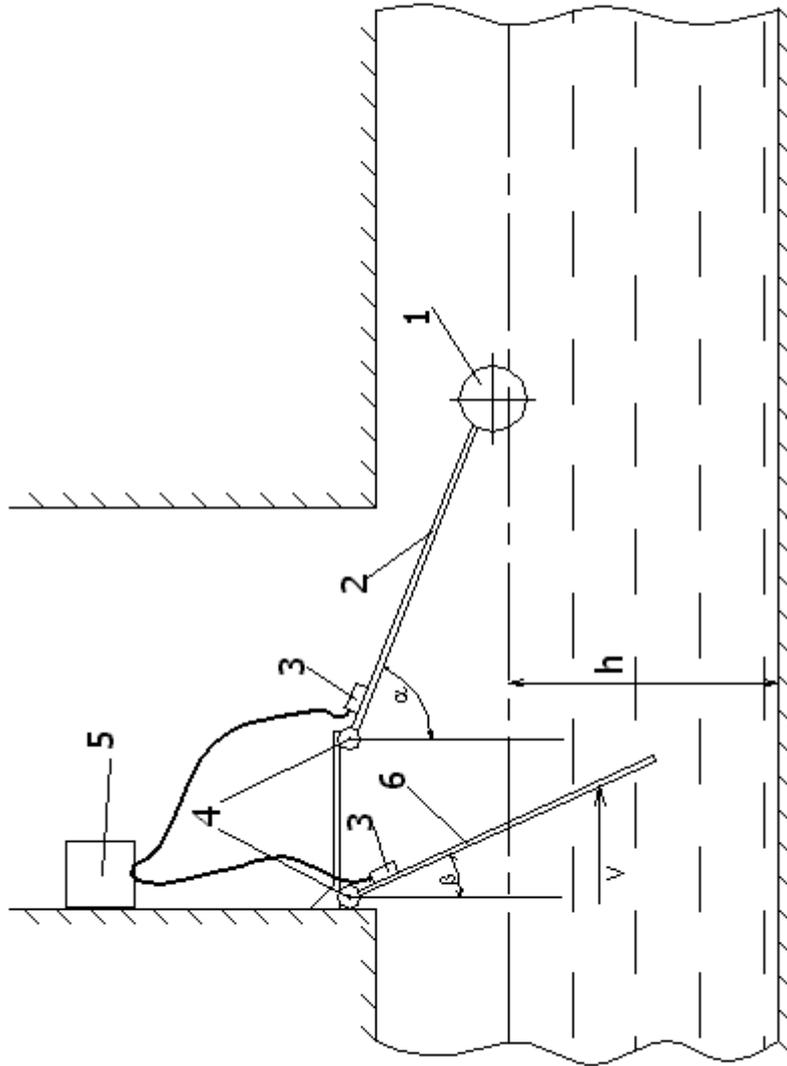
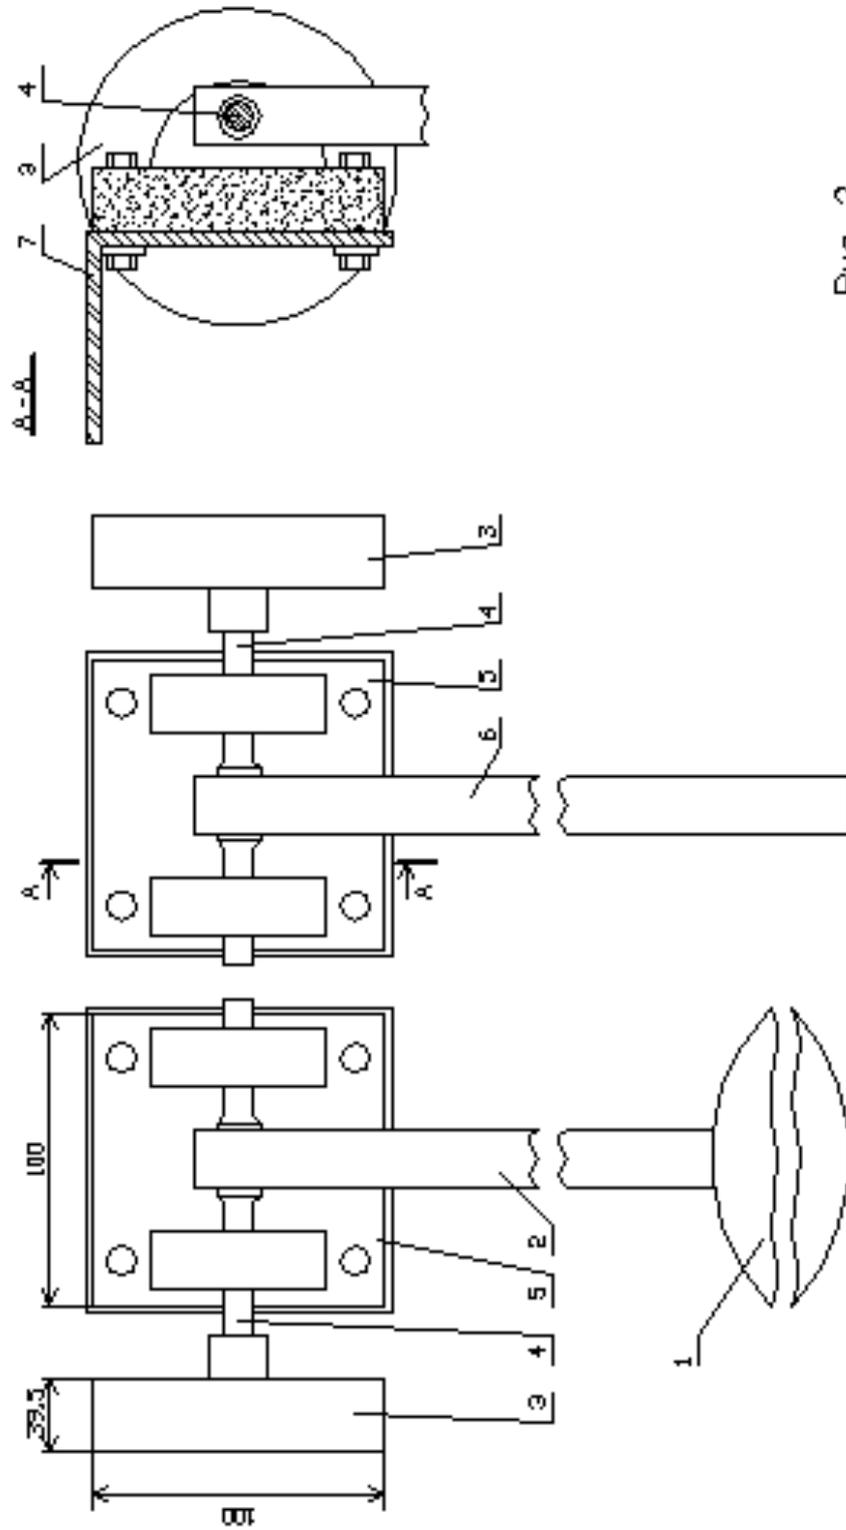

Рис. 1
Fig. 2
1.4.1. Принцип действия расходомера (рис.1) состоит в непрерывном измерении уровня и средней скорости потока. В соответствии со значением уровня потока вычисляется его сечение. Расход определяется как произведения средней скорости потока на его сечение. Объем потока определяется как произведение расхода на время измерения.
1.4.2. Измерение уровня потока выполняется с помощью преобразователя уровня (см. рис.1), представляющего собой рычаг (2) с жестко закрепленным поплавком сферической формы (1). Второй конец рычага жестко соединен с осью (4) подшипника подвески. На оси жестко закреплен датчик угла (3). Подвеска жестко крепится к конструкции стока. Длина рычага и размеры поплавка выбираются исходя из габаритных размеров канала.
1.4.4. Принцип измерения скорости потока (см. рис.1) аналогичен измерению уровня. Измерение производится с помощью поворотной лопасти (6), один конец которой жестко закреплен на оси (4) подшипника подвески, а второй конец свободно опущен в жидкость. На оси подшипника жестко закреплен датчик угла (3), полностью идентичный датчику угла уровнемера. При воздействии потока лопасть отклоняется в сторону движения потока и соответственно меняется угол ее наклона (β). Датчик угла в зависимости от исполнения формирует кодовый сигнал пропорциональный углу отклонения лопасти относительно абсолютной вертикали к линии горизонта или непосредственно значение скорости потока. Сигнал в зависимости от исполнения РСБП поступает в блок соединений и защиты БСЗ и далее по каналу интерфейса RS-485 протокол MODBUS RTU в блок индикации БИТТ-01 для дальнейшего преобразования.
1.4.11. Принцип работы расходомера показан на схеме рис.1. Внешний вид составных частей РСБП представлен на рис. 2, 3. Схема соединений приведена на рис.4а, 4б и 4в.
1.4.13. Конструктивно преобразователь уровня (рис. 2) состоит из монтажного кронштейна (7), на котором горизонтально и соосно закреплены опоры подшипника вращения (5). В опорах свободно вращается ось (4), на которой жестко закреплены рычаг с поплавком (1, 2) и датчик угла (3). Измерительная ось датчика угла перпендикулярна оси вращения рычага с поплавком. Поплавок свободно опущен в контролируемую жидкость. Для удобства вычисления значения уровня жидкости, поплавок выбран сферической формы. Длина рычага с поплавком, как правило, выбирается равной высоте контролируемого канала.